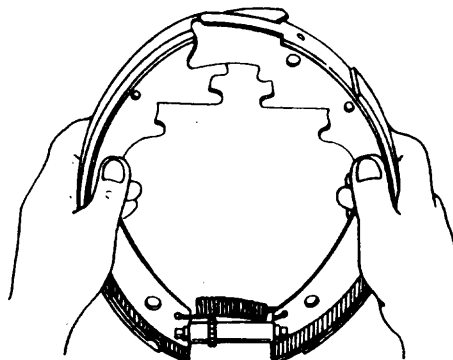

Fig. 6
- a Arme el conjunto de zapata, regulador y resorte inferior (fig. 6).